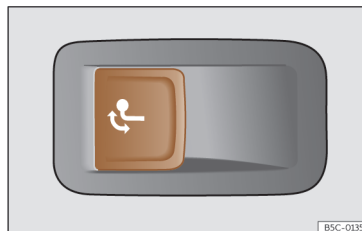

Fig. 203 No lado esquerdo da bagageira: botão para desbloquear o gancho de reboque.
• Puxe o botão >>> Fig. 203 de forma breve. O gancho de reboque desbloqueia-se eletricamente e roda-se automaticamente para fora. A luz de controlo do botão pisca.
• Puxe o botão >>> Fig. 203 de forma breve. O gancho de reboque desbloqueia-se eletricamente.
- Nunca pressione o botão >>> **Fig. 203** quando tiver um reboque engatado ou estiver montado um porta-bagagens ou outros acessórios sobre o gancho de reboque.